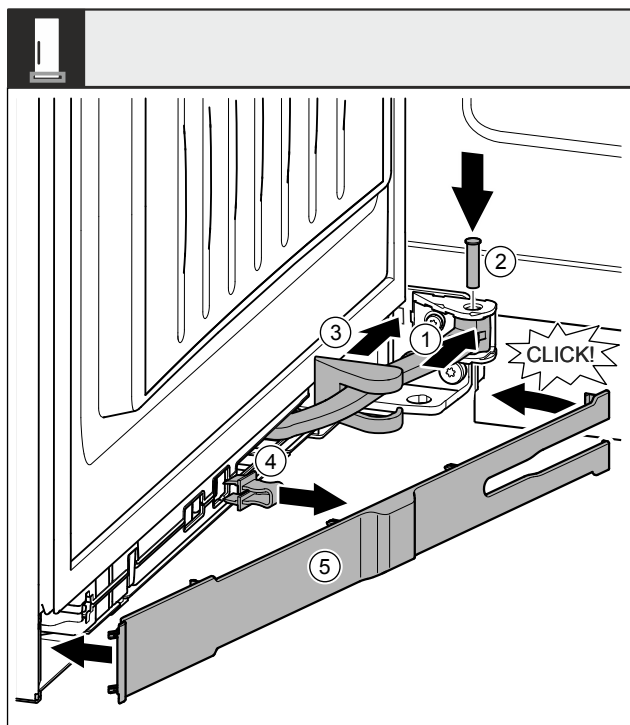

Fig. 50
- ▶ Поверните шарнир Fig. 50 (1) в навеску.
- ▶ С помощью отвертки вставьте палец Fig. 50 (2) в навеску и шарнир. При этом проследите за тем, чтобы выступ фиксатора занимал правильное положение в пазу.
- ▶ Переместите крышку опорного кронштейна Fig. 50 (3) вдоль шарнира и смонтируйте ее над навеской.
- ▶ Снимите предохранитель Fig. 50 (4).
- ▶ Установите накладку Fig. 50 (5) со стороны ручки и поверните ее.